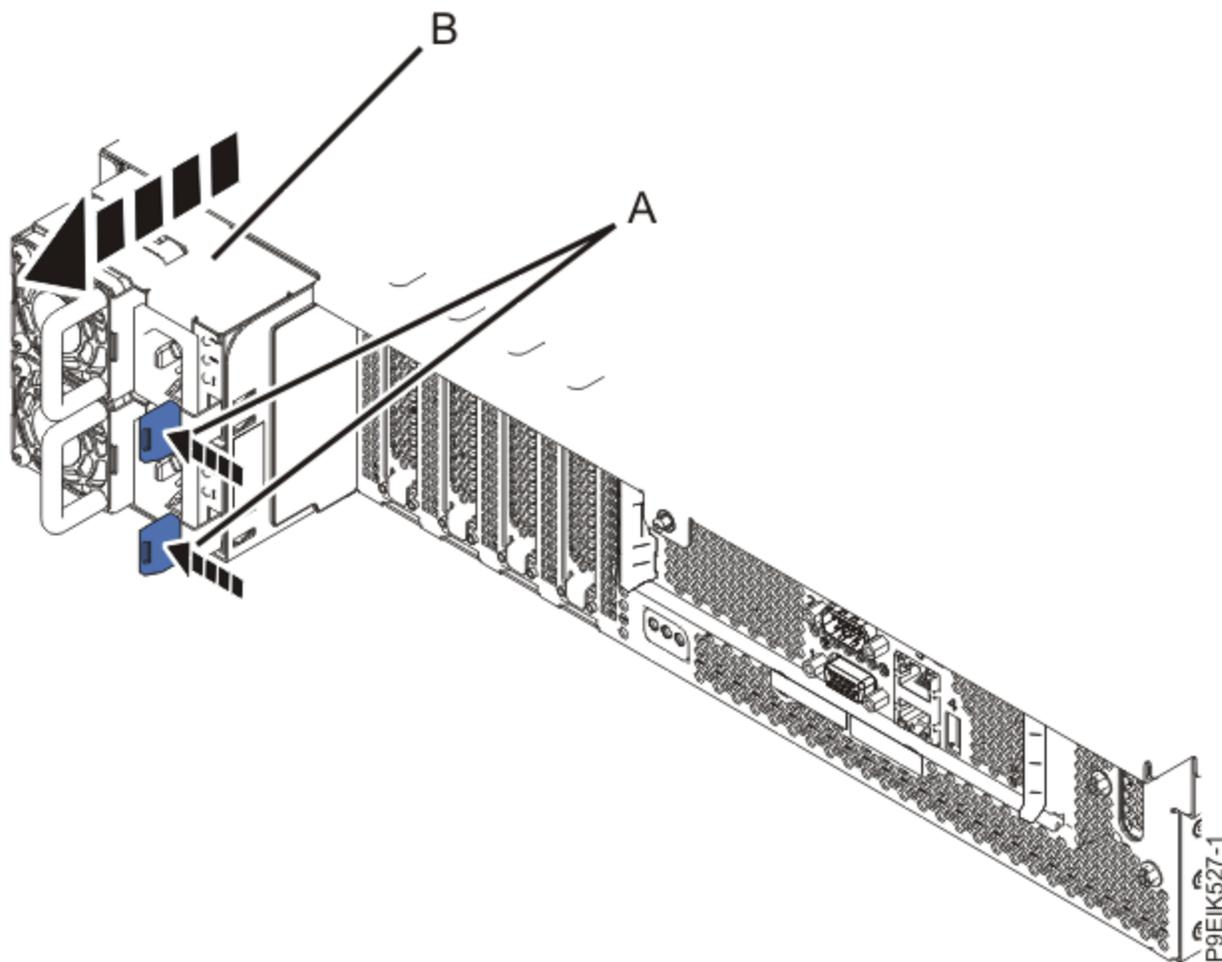

Figure 33. Retrait des blocs d'alimentation du système
3. Retirez les blocs d'alimentation du système comme illustré dans la Figure 33, à la page 51.